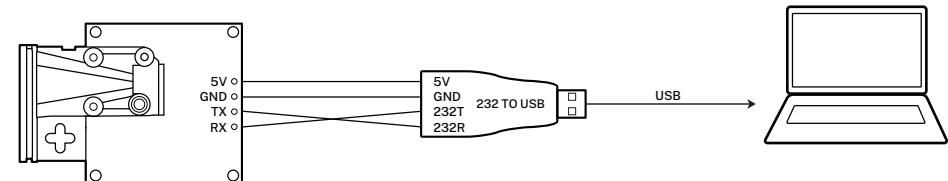

图 2. L4 接 USB 转 232 图 (EN 脚功能详见 2.1 电气接线图处的说明)
1. 按照图 2 所示，传感器的 5V、GND，分别和 232 转 USB 转换器的 5V、GND 连接；